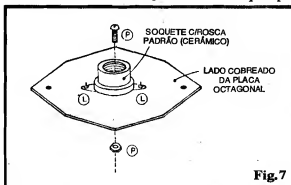

Fig. 7
- FIG. 7 - FIXAÇÃO E LIGAÇÃO DO SOQUETE P/A LÂMPADA - Conforme já relacionado no item OPCIONAIS/DIVERSOS da LISTA DE PEÇAS, o soquete deverá ser do tipo cerâmico, para serviço pesado, rosca interna em diâmetro padrão, e dotado de terminais opostos, na sua base. Os parafusos eventualmente existentes nos olhais rosqueados dos terminais, dependendo dos seus calibres, poderão ser usados para ligação elétrica, soldada, desde que possam penetrar nos furos